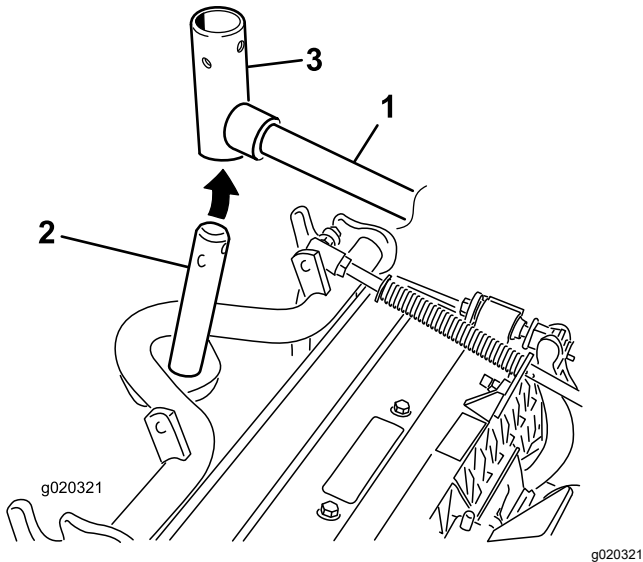

Figura 7
8. En el caso de las unidades de corte delanteras, deslice una unidad de corte debajo del brazo de elevación mientras coloca el eje del bastidor de tiro en la horquilla de pivote del brazo de elevación (Figura 7).
B. Introduzca la horquilla del brazo de elevación en el eje del bastidor de tiro (Figura 7).